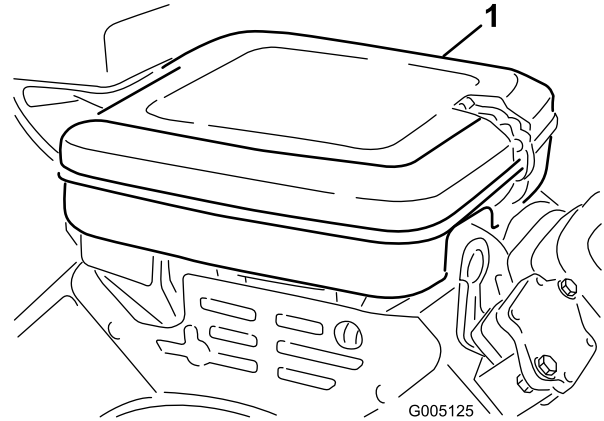

Figura 46
1. Abra los enganches y retire la tapa del limpiador de aire (Figura 46). Limpie a fondo la cubierta.